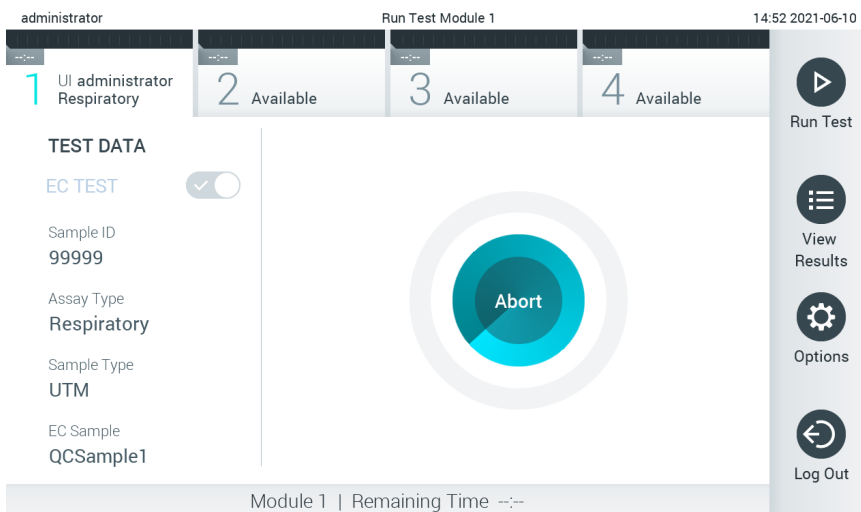

图 95. 测试执行和剩余运行时间的显示。
10. 检测到 QIAstat-Dx 检测试剂盒后，QIAstat-Dx Analyzer 1.0 会自动盖上试剂盒入口的盖子并开始测试运行。操作员无需进行其他操作。测试运行过程中，在触摸屏上会显示剩余运行时间（图 95）。